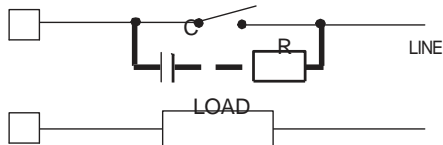

Fig.9 外部开关与内部接触器串联
当一个开关像Fig. 9所示被串联进一个内部接触器回路内, 也存在同样的问题
在此情况下, 我们建议安装一个RC电路如图. 9所示与开关并联, 电容 (C) 以及电阻(R)的值在见下表